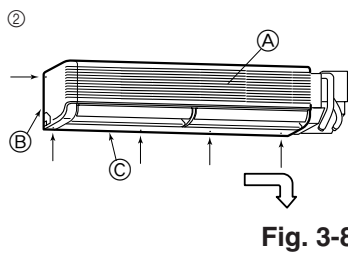

Fig. 3-8
- ② Rimuovere le cinque viti marcate con le frecce nel diagramma. (Fig. 3-8)
- ③ Rimuovere prima il pannello sinistro e poi il pannello inferiore.